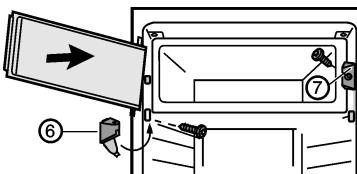

Fig. 3
- Verschlussstück Fig. 3 (7) montieren.
- Lagerbock Fig. 3 (6) montieren und Abdeckung zuklappen.